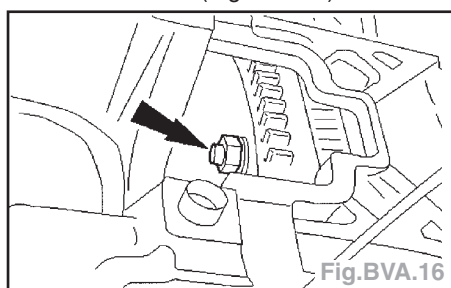

Fig.BVA.16
- Déposer le couvercle en caoutchouc et les quatre écrous de fixation de convertisseur de couple à plateau d'entraînement de moteur (Fig.BVA.16).